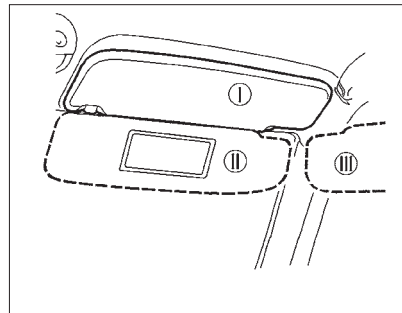

Рис. 29. Противосолнечные козырьки
**Противосолнечные козырьки** над местом водителя и местом переднего пассажира, в зависимости от направления лучей солнца, можно установить из положения «I» (рис. 29) в положения «II» или «III». Противосолнечный козырек пассажира имеет зеркало с внутренней стороны (рис. 29).